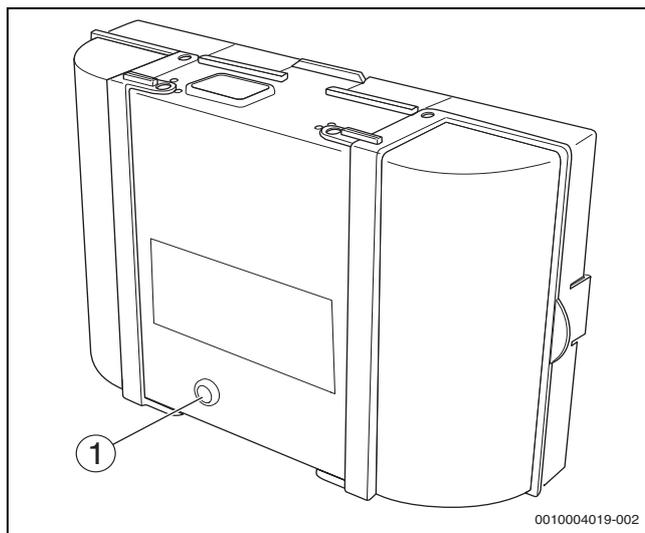

Bild 14 Störungen am Feuerungsautomaten zurücksetzen
- ▶ Reset-Taste am Feuerungsautomaten drücken (→Bild 14). Die Störung wird nicht mehr im Display angezeigt.